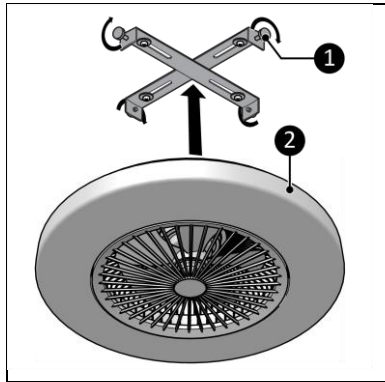

Abbildung 10
9. Verwenden Sie die seitlichen Schrauben (Abbildung 10, Pos. 1) um den Ventilator (Abbildung 10, Pos. 2) an der Aufhängelasche aufzuhängen.